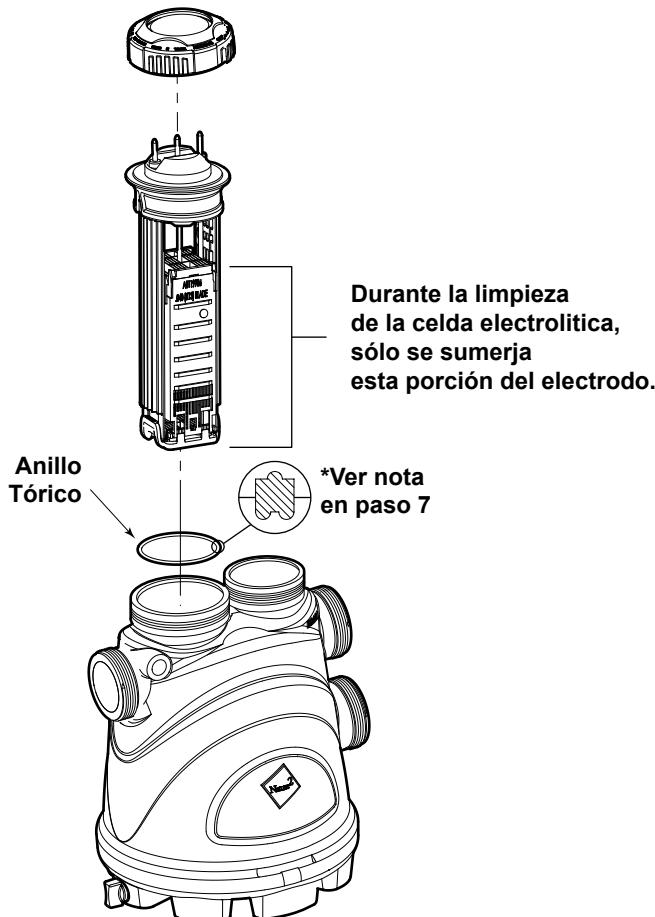

Figura 20. Limpieza de la celda electrolítica
**IMPORTANTE** Asegúrese de que el anillo tórico este seguro en la ranura en la parte superior del vaso, no en la parte inferior de la tapa. Tambien verifique que el anillo tórico mire la misma dirección que figura 20 convoca all instalar.